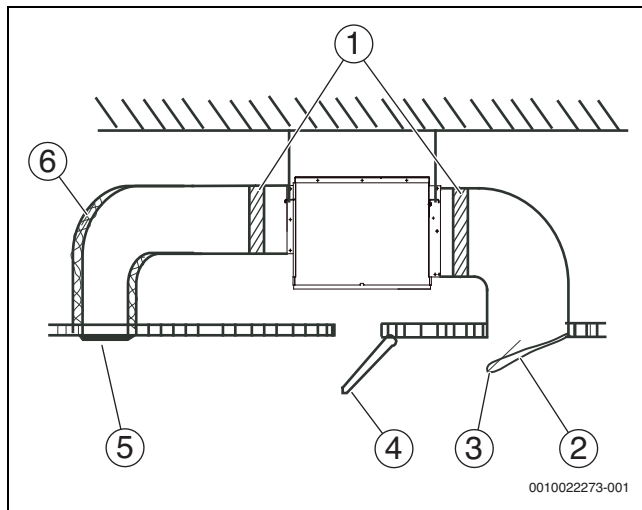
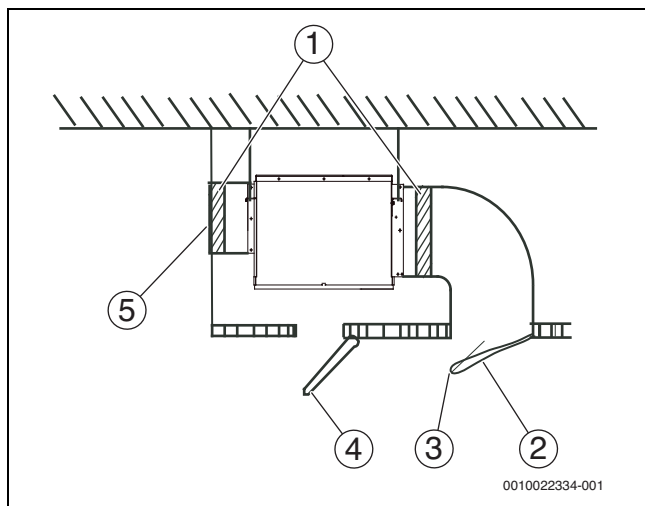

fig. 27 Njësi kanali me kërkesa për presion statik
fig. 28 Njësi kanali pa kërkesa për presion statik.
6. Lidhni kanalin e ajrit siç tregohet në Fig. 27 ose 28. Kërkohet përgatitja në vend për të gjithë komponentët përveç kondicionerit.
Legjenda Fig. 27 dhe Fig. 28: